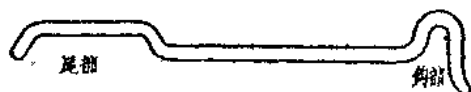

图 12
(1) 落料 将拉好丝的盘元放进预先铸成的窗钩模子里，把两头冲成弯曲形(图12)。